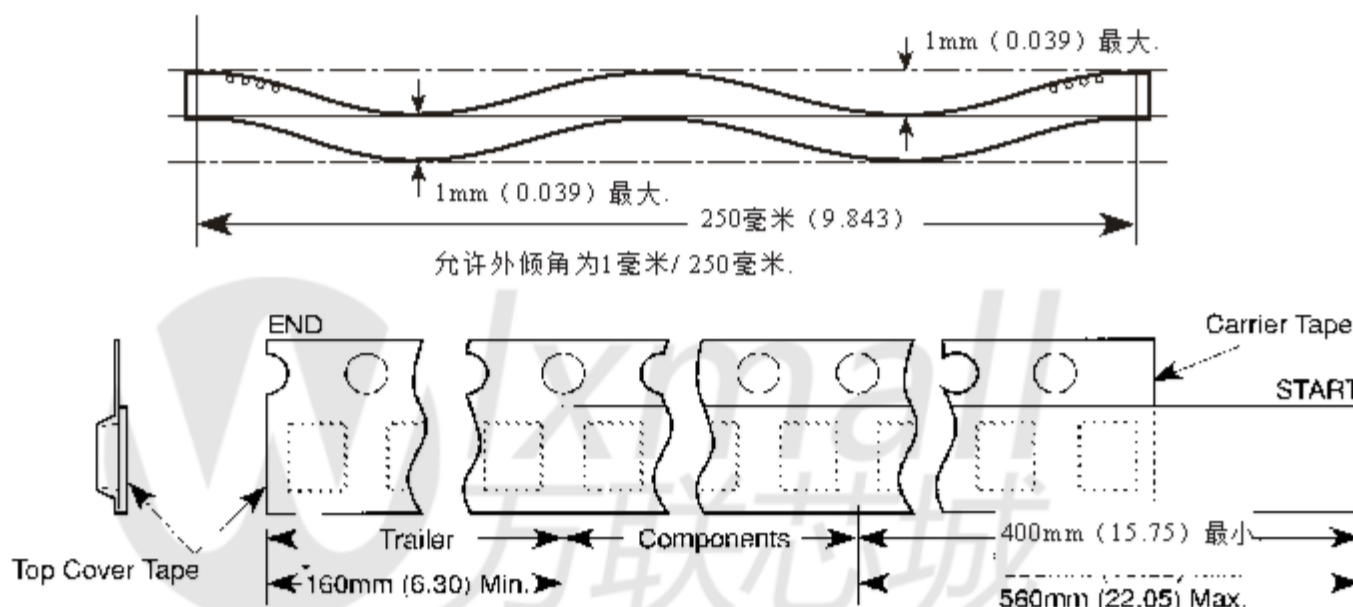

图2:
3. 带有部件的胶带必须绕过半径“R”而不受损伤（见图A）.最小拖车长度（图2）可能需要